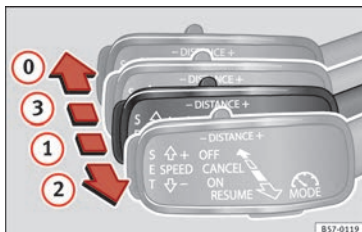

Fig. 180 A la izquierda de la columna de la dirección: tercera palanca para manejar el control adaptativo de velocidad.
- Tire de la palanca hasta la posición **1** »» fig. 180. En la pantalla del cuadro de instrumentos se visualizará **ACC standby**.